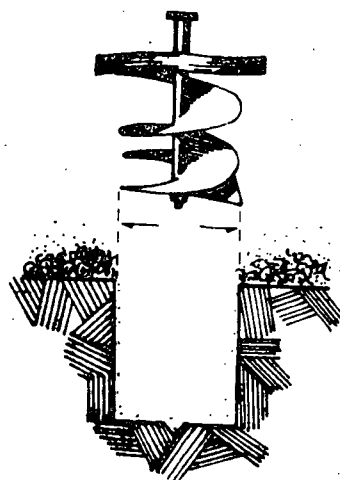

Fig. 2
- 3º Passo - *Coloque a broca adequada (fig. 2).*